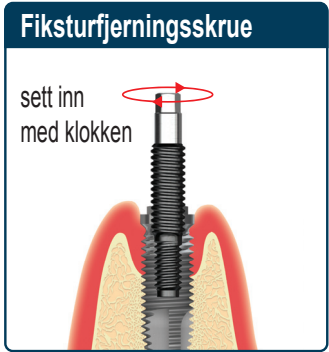

Fig. 1
2. Velg en fiksturfjerningsskrue som korresponderer til det spesifikke implantatet (se "kompatibilitetslisten" i denne brosjyren) og gjeng den inn i implantatet **med klokken** ved bruk av unbrakonøkkelen (Fig. 1).